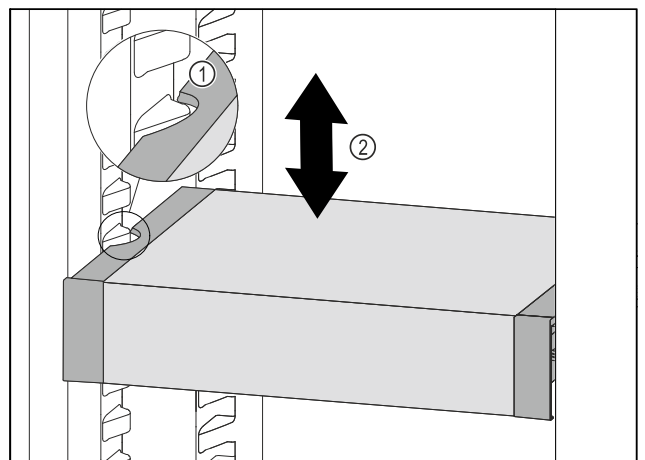

Fig. 77
- Tirer le VarioSafe vers l'avant jusqu'à ce que les encoches latérales du VarioSafe soient à la hauteur de la nervure du bac dans la partie réfrigérateur. Fig. 77 (1)
- ▶ Déplacer le VarioSafe vers le haut ou vers le bas dans la partie réfrigérateur jusqu'à ce que la hauteur souhaitée soit atteinte. *Fig. 77 (2)*